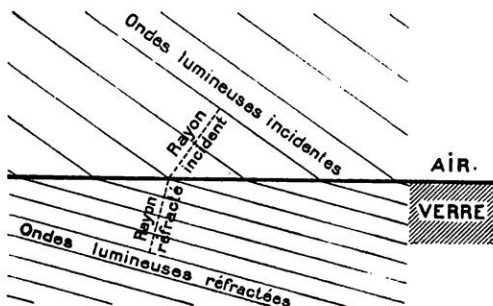

FIG. 15. — LA RÉFRACTION DE LA LUMIÈRE EST DUE A UNE BRUSQUE DIMINUTION DE LA VITESSE DE PROPAGATION
a) On peut utiliser le phénomène de *dispersion*, c'est-à-dire ce fait que, dans un milieu autre que l'air, les diverses radiations simples (correspondant à des nombres différents de vibrations par seconde) ne se propagent pas avec la même vitesse. La figure 15 fait comprendre qu'à toute variation de vitesse de propagation correspond une déviation brusque du trajet de l'onde, c'est-à-dire du rayon lumineux. Deux couleurs différentes seront donc inégalement déviées (fig. 17). C'est ainsi que les diverses radiations se trouvent isolées par le prisme ou dans l'arc-en-ciel ;